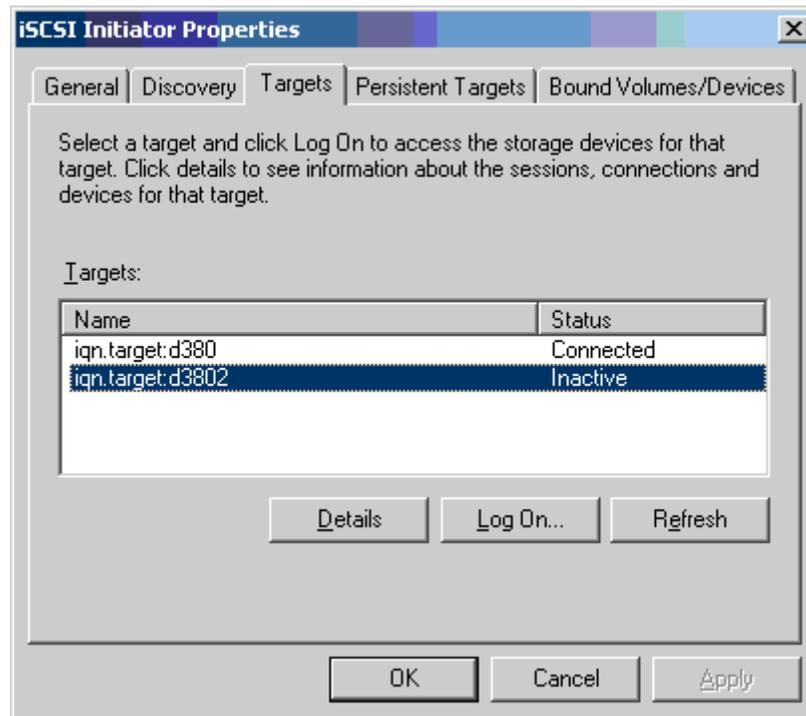

Abbildung 10-12. iSCSI Initiator Properties (iSCSI-Initiatoreigenschaften): Seite „Ziele“
- Wählen Sie auf der Seite „Targets“ (Ziele) das Ziel aus, und klicken Sie auf **Log on** (Anmelden), um sich unter Verwendung des iSCSI-Adapters von QLogic bei Ihrem iSCSI-Ziel anzumelden. Abbildung 10-12 zeigt ein Beispiel.